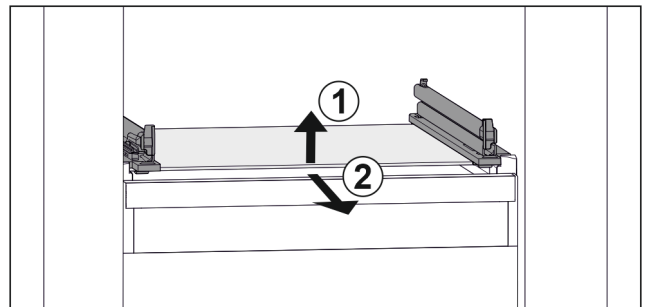

Fig. 38 Voorbeeldweergave van glasplaat
- Glasplaat aan de voorkant optillen. Fig. 38 (1)
- Glasplaat naar voren toe verwijderen. Fig. 38 (2)